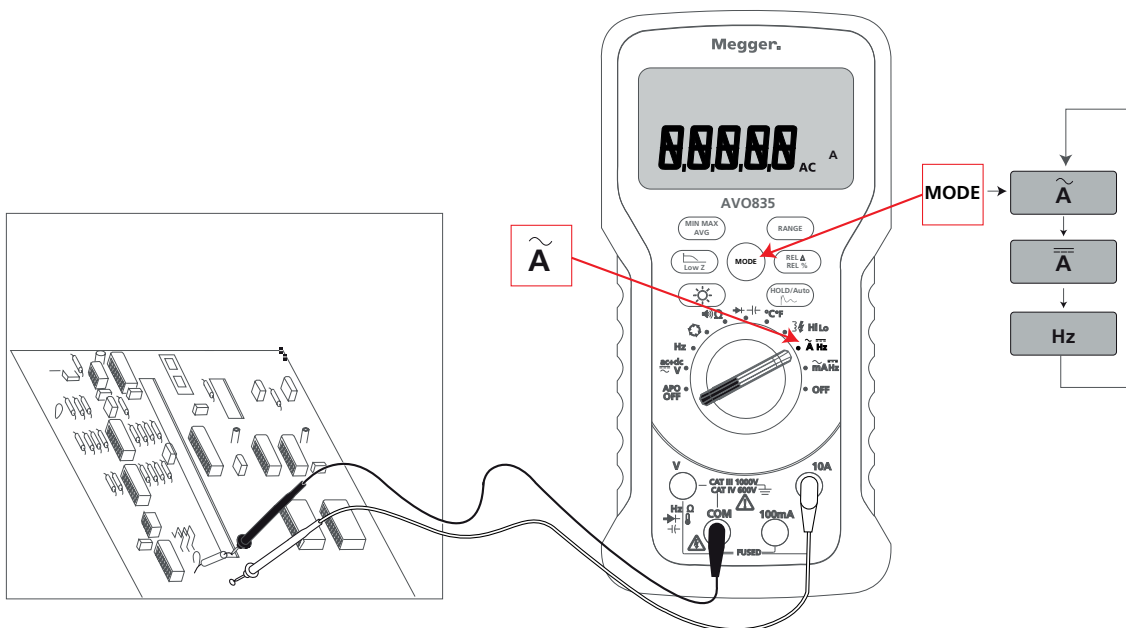

Abb. 12: Einstellung für Stromstärken ≤ 10 A
1. Stellen Sie das Gerät ein, wie in Abb. 12 beschrieben.